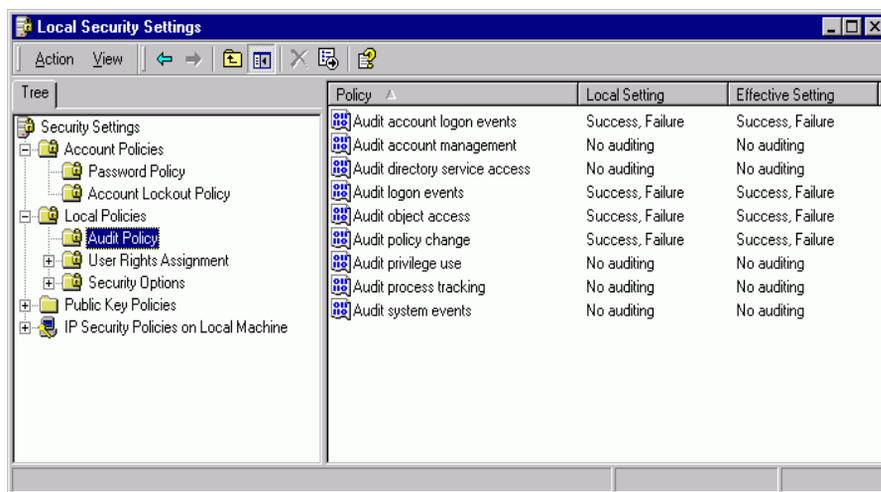

Abbildung 1 Einstellungen der Überwachungsrichtlinien
- 1 Schalten Sie das Windows Object Access Auditing (Objektzugriff überwachen) ein, um den Zugriff auf das lokale Verzeichnis *hpchem\chemstor\database* zu protokollieren. Siehe auch im Kapitel „Sicherheitseinstellungen“ auf Seite 96. Bei einem Einzelplatzsystem erfolgt dies unter **Lokale Sicherheitsrichtlinien** im Menü Verwaltung der Systemsteuerung. Wechseln Sie in der Strukturansicht zu **Überwachungsrichtlinien**. Ändern Sie die Einstellungen entsprechend der Abbildung 1 und prüfen Sie, ob die Einstellungen nach einer Neuanmeldung beim Betriebssystem aktiv sind. In einer vernetzten Umgebung unter Windows 2000 sollte dies auf einer Domänenebene erfolgen.